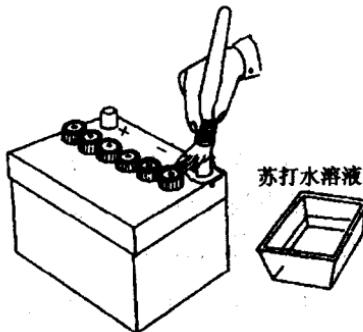

图 1-5 清洁蓄电池外表
5. 经常清除蓄电池表面的灰尘污物,电解液溅到蓄电池表面时,应用抹布蘸 10% 浓度的苏打水或碱水擦净。图 1-5 为清洁蓄电池外表的方法。电池极桩和电缆夹头上出现氧化物时,应及时清除。